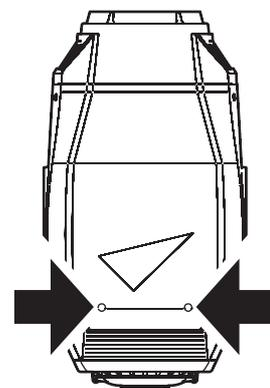

Figura 18: Tornillos de la cubierta de la cabeza
2. Extraer ambas cubiertas aflojando sus respectivos tornillos de fijación de 1/4 de vuelta (observar la Figura 18).
3. Girar los dos tornillos de fijación de 1/4 de vuelta (ver Figura 18) de la cubierta superior y extraerla. Dejar la cubierta colgada de su cable de seguridad o soltar el clip del cable y extraerla completamente.